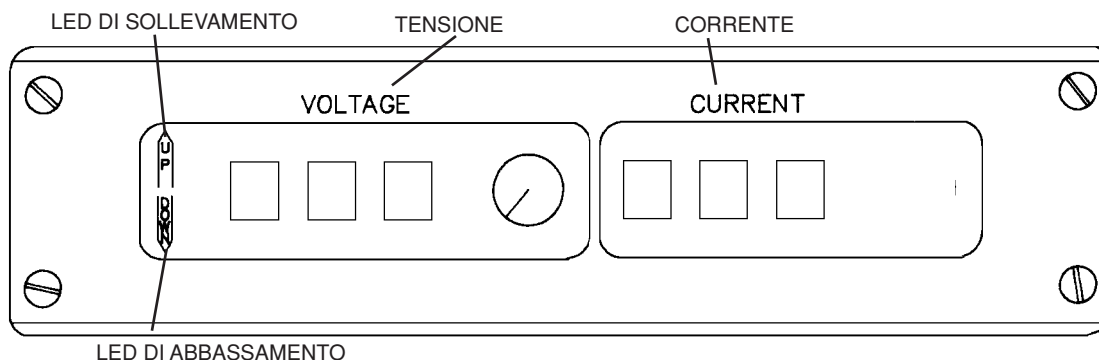

Figure 6-4 Modulo tensione/corrente (V/C) remoto programmabile (PR)
Modulo tensione/corrente (V/C) remoto programmabile (PR) (Fig. 6-4)